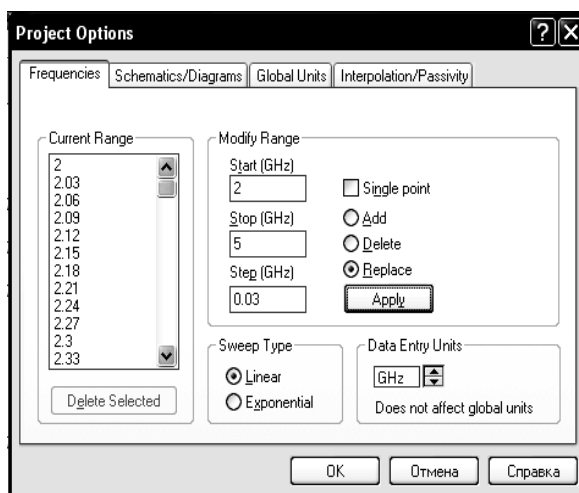

Рис. 3.33
3. Откройте вкладку **Frequencies**. Введите **2** в поле **Start**, **5** в поле **Stop**, **0.03** в поле **Step**. Отметьте **Replace** и нажмите **Apply**. Диапазон частот отображается в окне списка **Current Range**, как показано на рис.3.33.